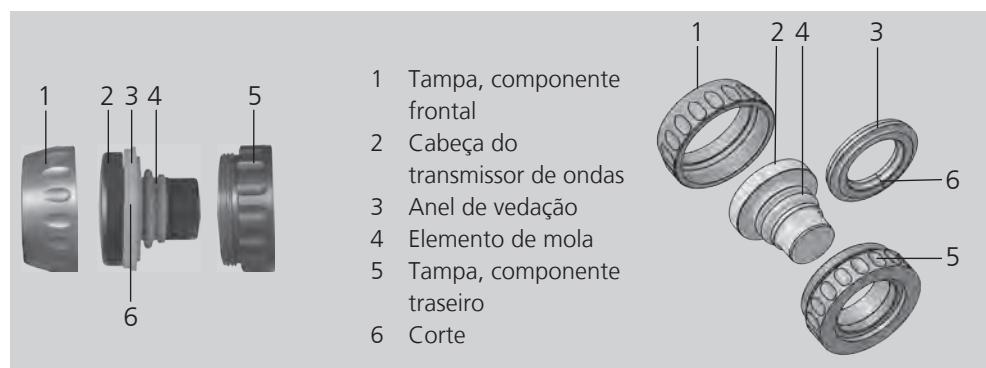

Imagen 1-17 Transmissor de ondas V40
- Desaperte a tampa do transmissor de ondas azul (Imagen 1-17/1 e Imagem 1-17/5) e retire o transmissor de ondas.
- Retire o anel de vedação (Imagen 1-17/3) ao afastá-lo do ponto de intersecção.
- Para limpar junte ligeiramente o elemento de mola (Imagen 1-17/4) e retire os resíduos que estão por baixo.